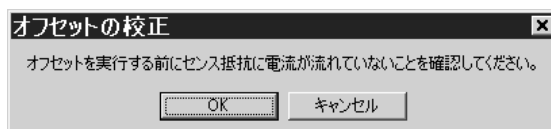

図4. オフセット校正のメッセージ
4. 図4がオフセット校正の初期画面です。オフセットの校正は、センス抵抗に電流が流れているときには出来ませんので、充・放電電流が流れていない事を確認して OK ボタンをクリックします。